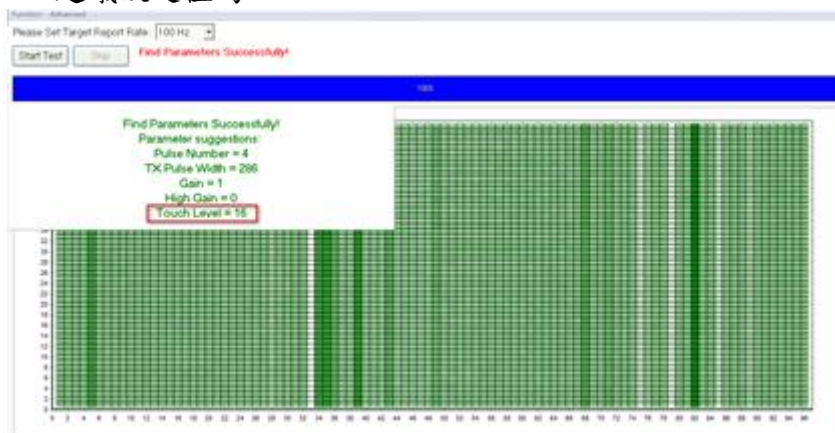

Figure 5-1: Touch tuning 完成後建議 Touch level 數值視窗示意圖
- 範例說明：Touch tuning 完成後，程式會有一組建議的設定值，如下圖 Figure 5-1 建議設定值為 16。